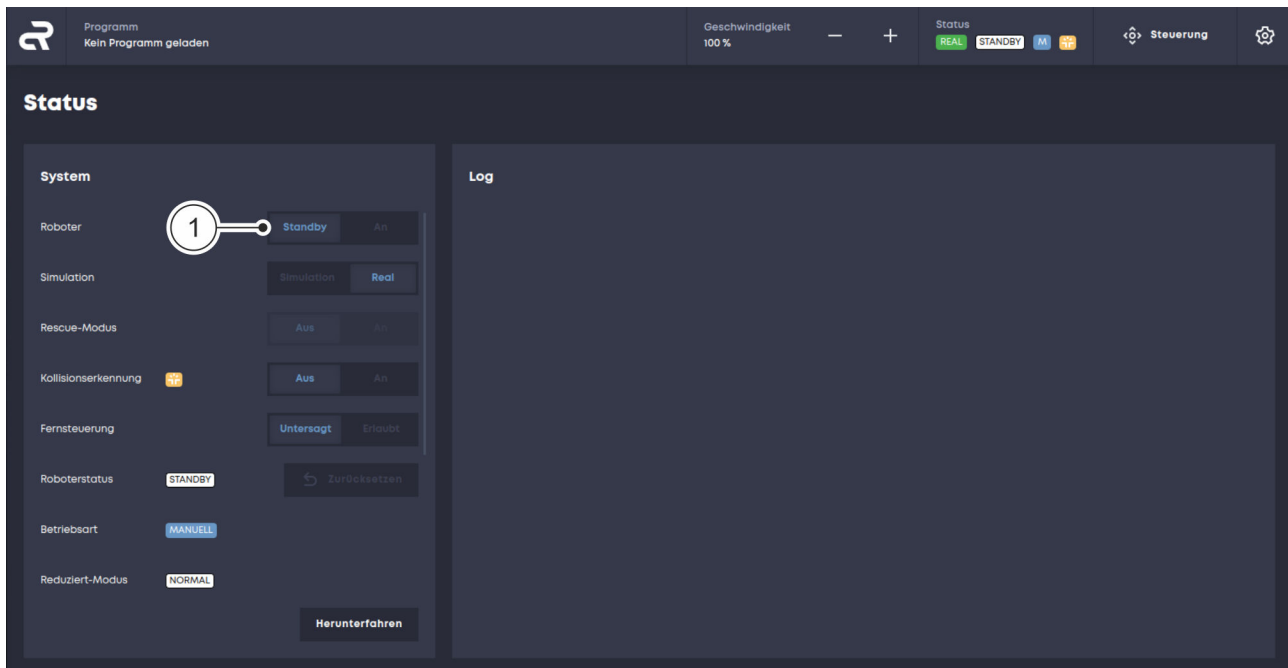

Abb. 53 Standby-Modus einstellen
01. Im Menü „Status“ beim Punkt „Roboter“ auf die Schaltfläche „Standby“ klicken Abb. 53 / ①.